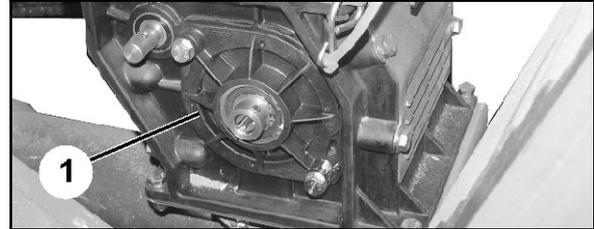

Fig. 96
7. Cerrar la tapa de la carcasa (Fig. 96/1).